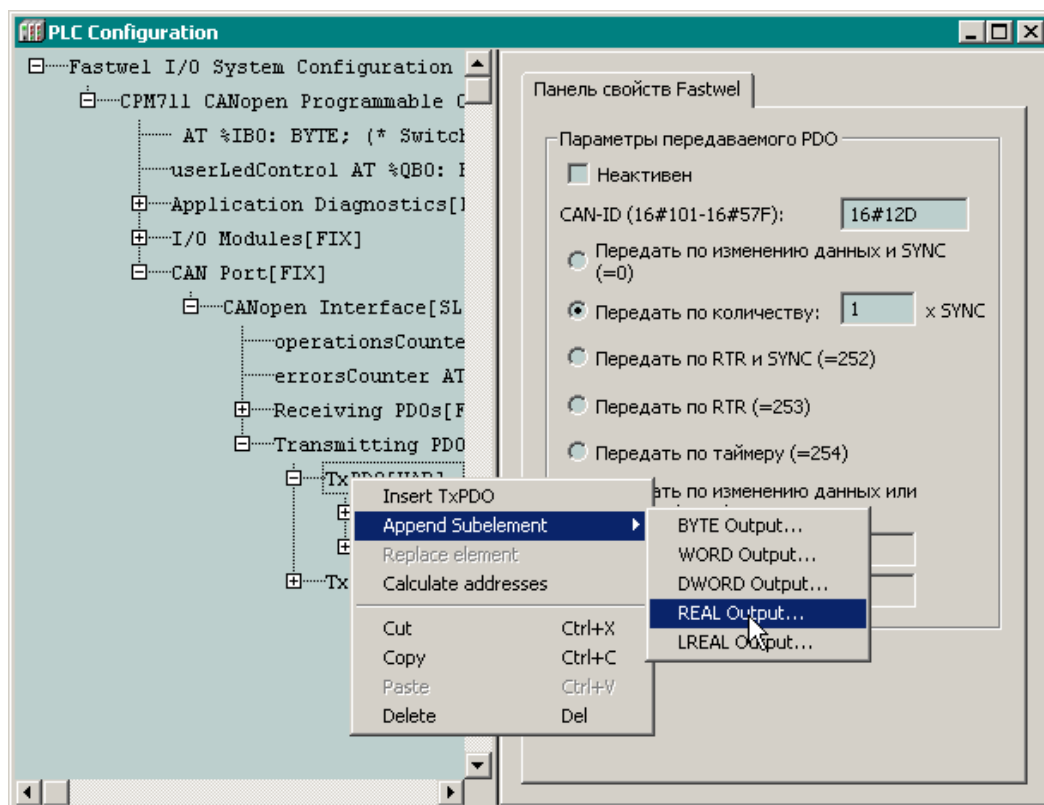

Рис. 26. Добавление одного из полей передачи данных
- Введите значение идентификатора, равное $16\#12D$, в поле CAN-ID диалоговой панели настройки параметров коммуникационного объекта, как показано на рис. 26. Остальные параметры оставьте без изменений.
- Добавьте два поля передачи данных типа *REAL Output* к описанию созданного коммуникационного объекта, как показано на рис. 26. Выходные каналы указанных полей будут использоваться в приложении для передачи в сеть преобразованных значений на каналах модуля аналогового ввода.